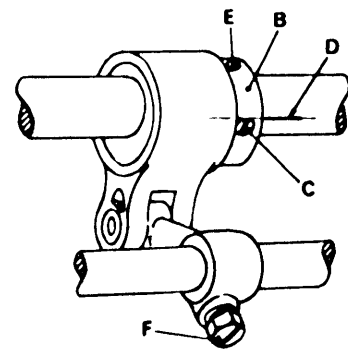

fig. 6
- Regolare l'eccentrico B (fig. 6) per lo spostamento frontale del crochet, in modo che la tacca D incisa sull'albero corrisponda alla tangente superiore della vite C.
- Controllare che la punta del crochet, nella sua corsa verso sinistra, passi a circa 0,05 mm. dall'incavo dell'ago di destra. Se ciò non avvenisse, regolare il gruppo mediante la vite F (fig. 6).